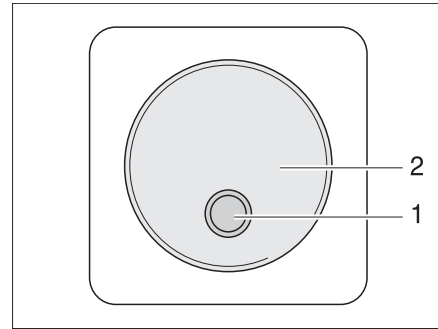

Fig. 164 Conmutador externo
- II "Remo." = El aparato se puede encender y apagar con el conmutador externo (Fig. 164,1).
El conmutador externo del convertidor (Fig. 164) se encuentra en el habitáculo del vehículo, por ejemplo en la zona de la entrada. El conmutador está identificado con el rótulo "Convertidor". El LED (Fig. 164,1) indica el estado de funcionamiento del convertidor.